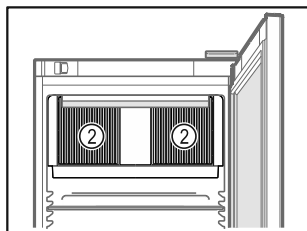

Fig. 30
- ❑ Větrací otvory Fig. 30 (2) oběhového vzduchového čerpadla ve vnitřním prostoru udržujte volné.